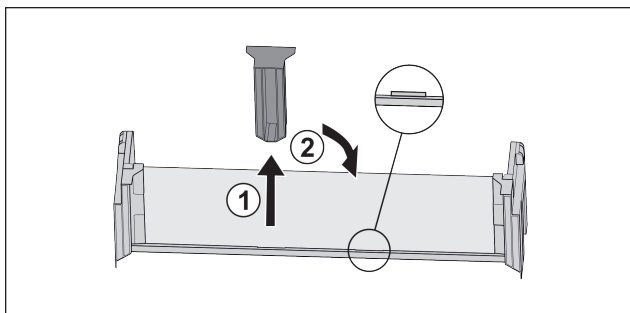

Fig. 20
- Stáhněte prostřední přídržný díl Fig. 20 (1).
- Vložte prostřední přídržný díl do druhé polohy Fig. 20 (2).